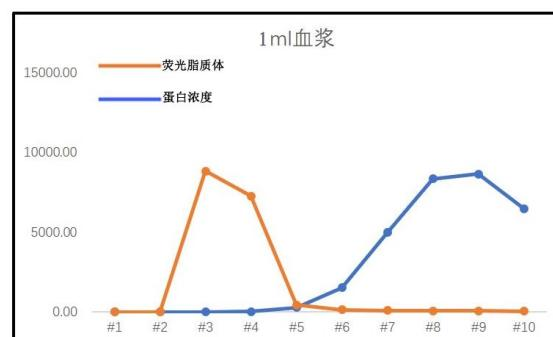

图 1. Exosupur®分离荧光脂质体和杂蛋白的效果
1、将 30-120nm 直径的 FITC 标记人造荧光囊泡添加到人血浆中，1ml 血浆样本进行排阻分离操作。通过 BCA 测定 Exosupur®排阻柱的各个馏分的蛋白浓度，通过 qubit 测定各个馏分的囊泡荧光强度，如图 1 所示。
从图 1 中可以看出：